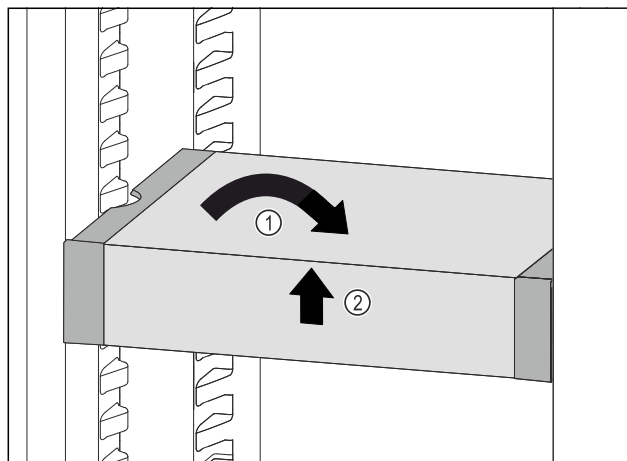

Fig. 123
- Poziționați drept VarioSafe. Fig. 123 (1)
- Ridicați în față VarioSafe. Fig. 123 (2)